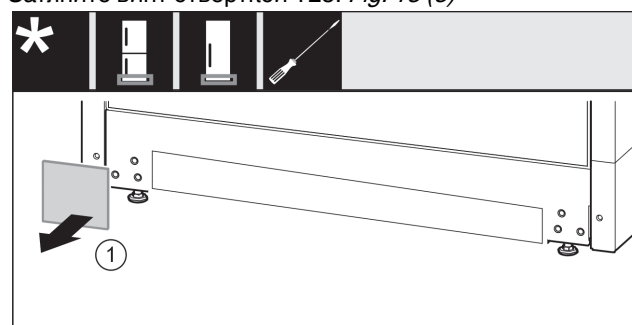

Fig. 14
- ▶ Снимите крышку. Fig. 14 (1)